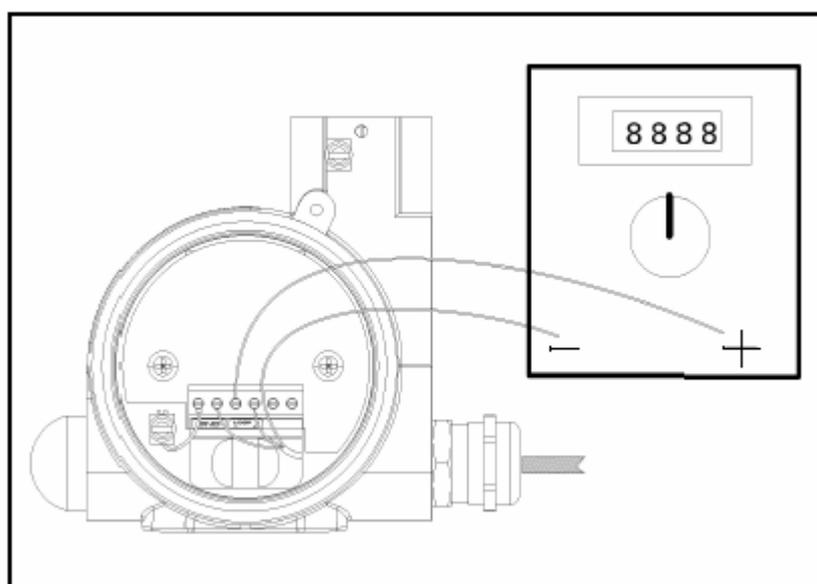

図 3-1 メータ接続
4. 下図 3-1 で示すように、メータを接続してください。